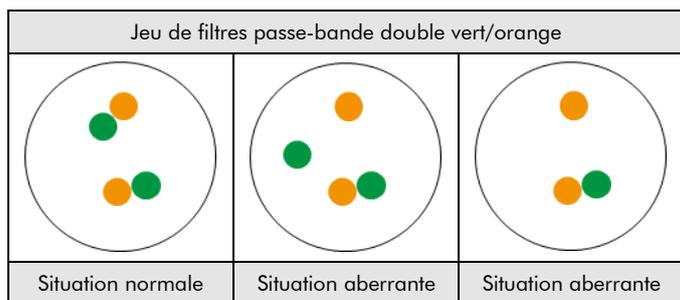

Fig. 2: Résultats attendus dans les noyaux en interphase normaux et présentant une aberration
**Situation normale :** Dans les interphases de cellules normales ou de cellules sans translocation impliquant la région du gène ALK, deux signaux de fusion vert/orange apparaissent (Voir figure 2).
Une inversion EML4-ALK avec suppression des séquences 5'-ALK est indiquée par un ou plusieurs signaux orange isolés (Voir figure 2).